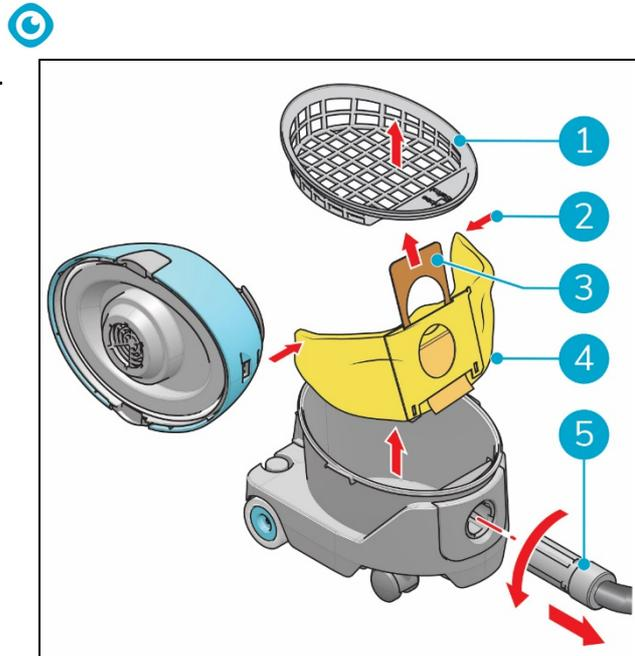

Abbildung 10
6. Drehen Sie den Schlauch (Abbildung 10, Pos. 5) entgegen dem Uhrzeigersinn und ziehen Sie ihn dann aus dem Schlauchanschluss.
7. Entnehmen Sie den Filter (Abbildung 10, Pos. 1).
8. Ziehen Sie die Pappflasche (Abbildung 10, Pos. 3) nach oben, um den Staubbeutel zu verschließen.
9. Falten Sie die Enden des Staubbeutels (Abbildung 10, Pos. 2) aufeinander zu.
10. Entnehmen Sie den alten Staubbeutel (Abbildung 10, Pos. 4).